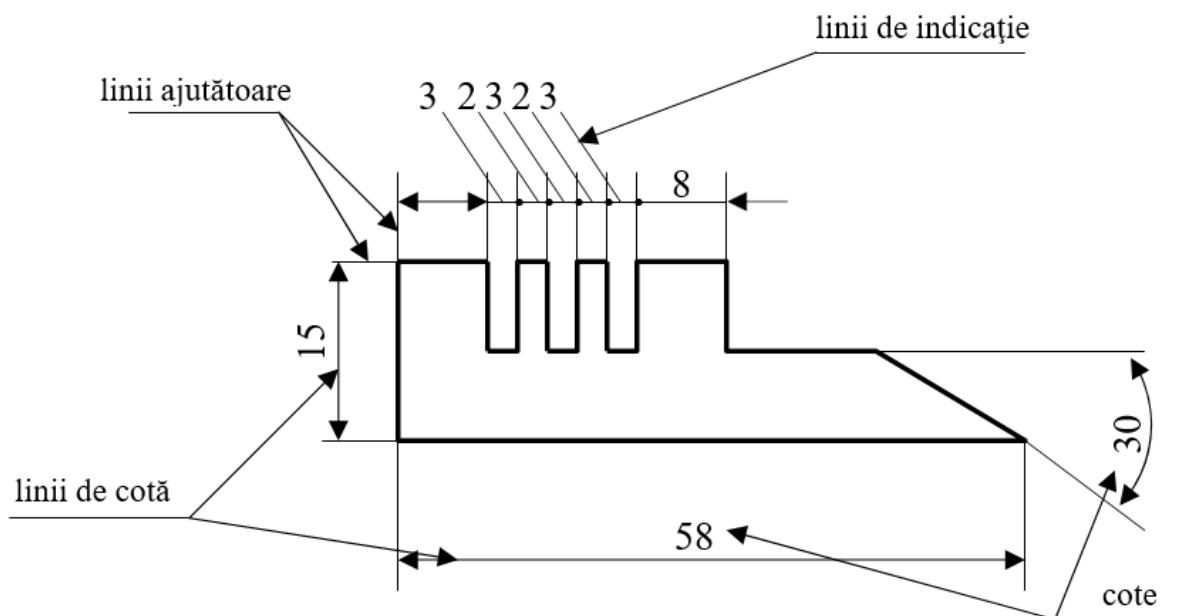

Рис. 1. Элементы нанесения размеров
На Рис. 1 представлены элементы нанесения размеров.
**Линия-выноска** – это сплошная тонкая линия, оканчивающаяся стрелкой на элементе, к которому она относится. Она используется для указания на чертеже предписания, условного обозначения или размера, который из-за недостатка места не может быть вписан над размерной линией (Рис. 1).